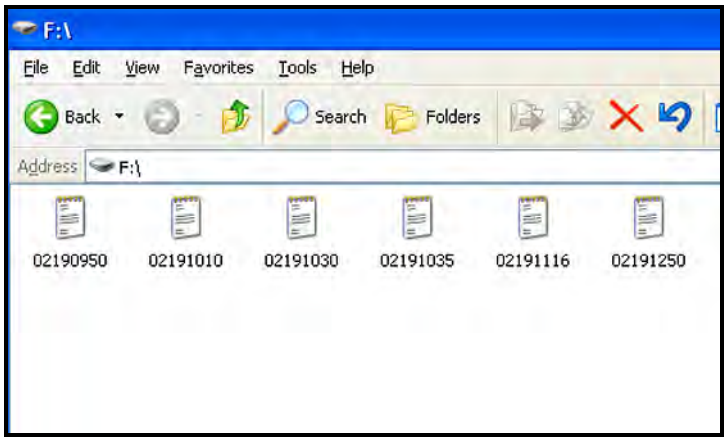

Figura 55: Lista de arquivos de registro
2. Clique no ícone Disco removível, e uma janela semelhante à *Figura 55* abre abaixo. Os arquivos de registro disponíveis estão listados na janela.